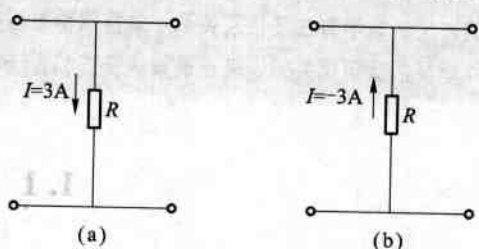

图 1-2 电流的参考方向
**电流的参考方向** 对于较复杂的电路,电流的实际方向一般很难确定,为此引入参考方向的概念。参考方向是一种假定的方向,可以任意指定。在电路图中,参考方向用实线箭头表示。参考方向不一定就是电流的实际方向。实际方向必须根据计算结果判断:若结果为正,说明参考方向和实际方向一致;若结果为负,则说明参考方向和实际方向相反。如图 1-2 所示电路中,假设流过电阻的电流实际方向是从上向下,为了表达这个事实,既可以像图 1-2(a)那样标注参考方向,并写出  $I = 3\text{ A}$ ;也可以像图 1-2(b)那样标注参考方向,但应写明  $I = -3\text{ A}$ 。也就是说电流值的正、负是在选择了参考方向以后才有意义。对电路进行分析计算时,必须在电路图中标明电流的参考方向。今后除非特别说明,电路图中标出的电流方向都是参考方向。